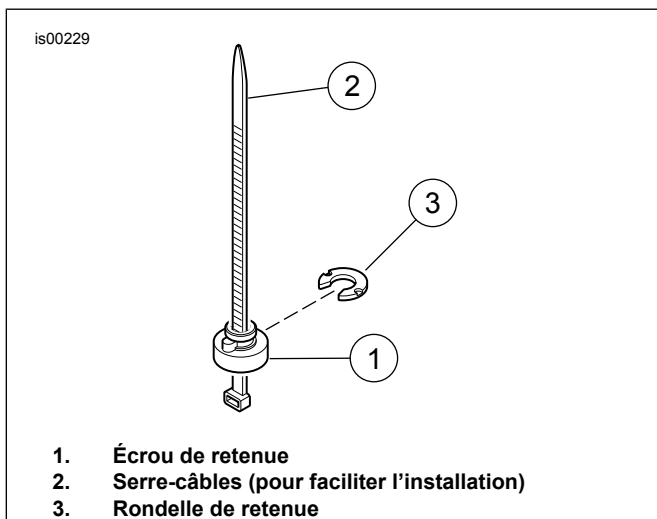

Figure 2. Installer l'écrou de retenue
3. Voir Figure 2. Installer des écrous de retenue dans chacun des deux trous en haut du garde-boue arrière comme suit :
- a. Un serre-câbles peut être utilisé pour faciliter la dépose et la remise en place de l'écrou et la rondelle de retenue. Placer l'écrou de retenue (1) sur le serre-câbles (2) pour que l'extrémité large de l'écrou repose sur l'œil du serre-câbles. Visser le serre-câbles vers le haut jusqu'au garde-boue et à travers le trou de garde-boue le plus en arrière. Tirer le serre-câbles vers le haut pour immobiliser l'écrou contre le dessous du garde-boue.
- b. Avec la nervure de l'écrou de retenue installée dans l'encoche du trou de garde-boue, glisser la rondelle de retenue (3) en position à partir de l'arrière. Ceci bloque l'écrou de retenue en position. Enlever le serre-câbles.